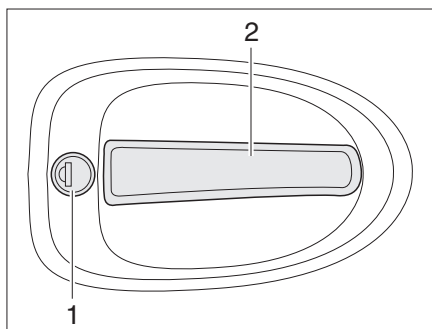

Fig. 46 Serratura della porta di ingresso, lato esterno
- Inserire la chiave nel cilindro della serratura (Fig. 46,1) e ruotare fino a quando la serratura della porta si sblocca.
- Tirare la maniglia della porta (Fig. 46,2). La porta è aperta.
- Inserire la chiave nel cilindro della serratura (Fig. 46,1) e ruotare fino a quando la serratura della porta si blocca.